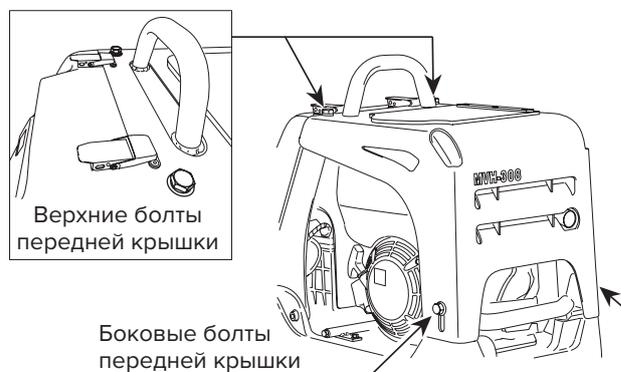

Рис. 39
4. Плавно опустите переднюю крышку в исходное положение. Затяните крепления, соблюдая параметры затяжки (см. рис. 39).